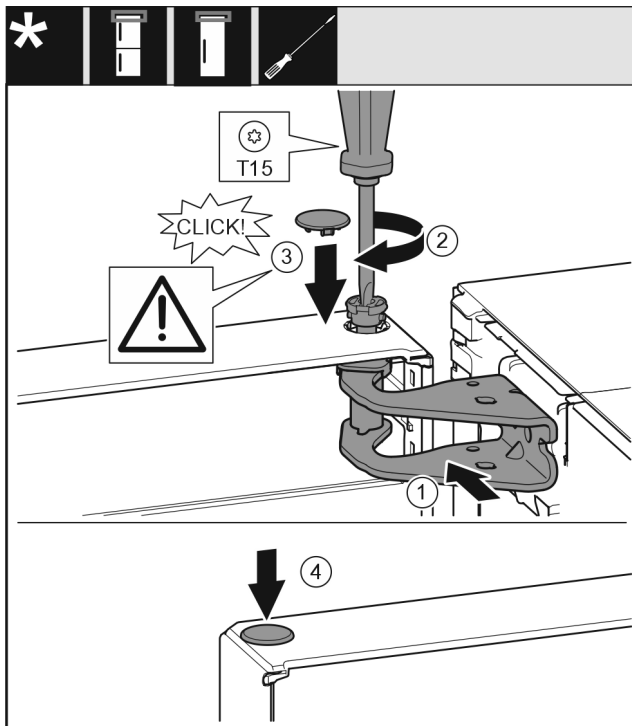

Fig. 53
- Niveloni derën lart për hapjen e saj në bazamentin mbështetës Fig. 53 (1).
- Futni bulonin Fig. 53 (2) dhe mbërthejeni me një kaçavidë.
- Vendosni kapakun mbulues Fig. 53 (3).
- Kontrolloni nëse kapaku mbulues Fig. 53 (3) qëndron mbi derë.
- Vendosni kapakun mbulues Fig. 53 (4).